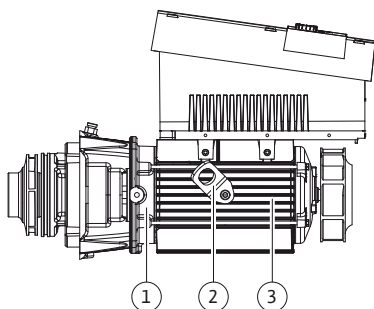

fig.12: Set di innesto
Per il montaggio il girante (fig. 5, pos. 6) e la lanterna (fig. 5, pos. 7) fanno parte del set di innesto (Fig. 12).
Gli occhioni di trasporto (fig. 12, pos. 2), vengono rimossi dalla flangia del motore (fig. 12, pos. 1), spostati sul corpo del motore e con le stesse viti fissati di nuovo al corpo del motore (fig. 12, pos. 3).